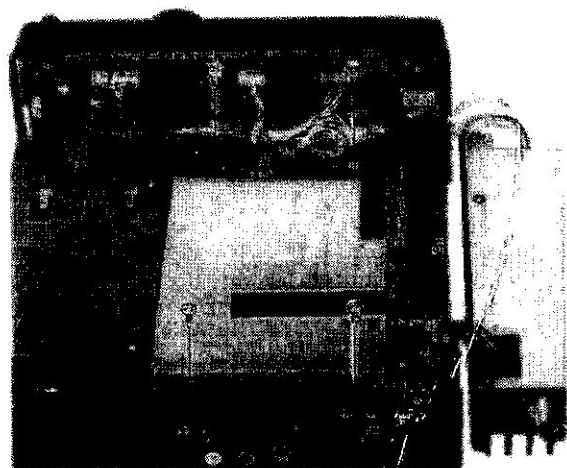

Рис. 5: Экран Внутренних блоков
- Удалите четыре винта, крепящих экран над внутренним блоком (рис. 5), затем снимите экран.
- ☐ Снова убедитесь, что провода не зажаты, закрепите крышку экрана внутреннего блока на четыре винта (рис. 5).